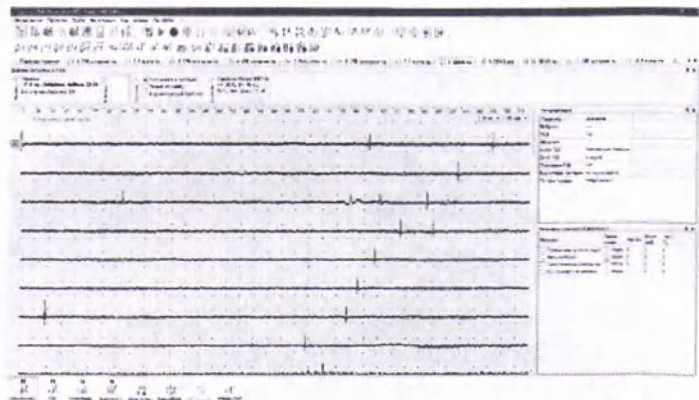

Рис. 172. Записанные кривые спонтанной активности. Представлены зарегистрированные потенциалы фибрилляций
- Данные будут представлены в виде записанных кривых (рис. 172).